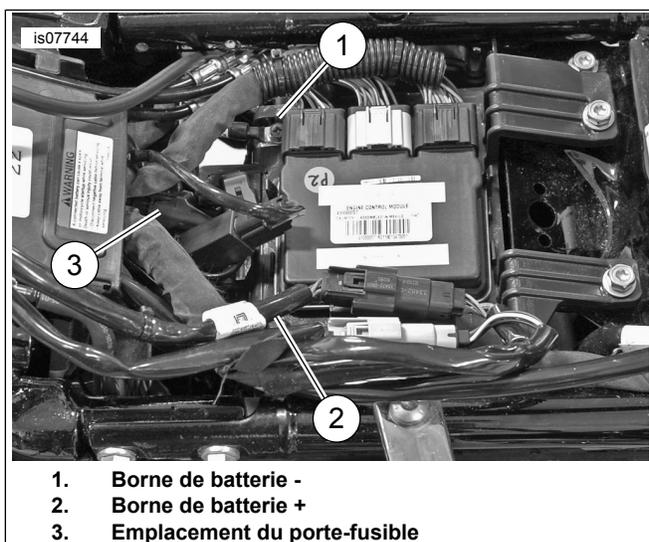

Figure 11. Connexion de la batterie
- a. Voir Figure 11 . Déconnecter [162] situé derrière le dossier du passager.
8. Voir Figure 11 . Installer le couvercle de passage de fil.